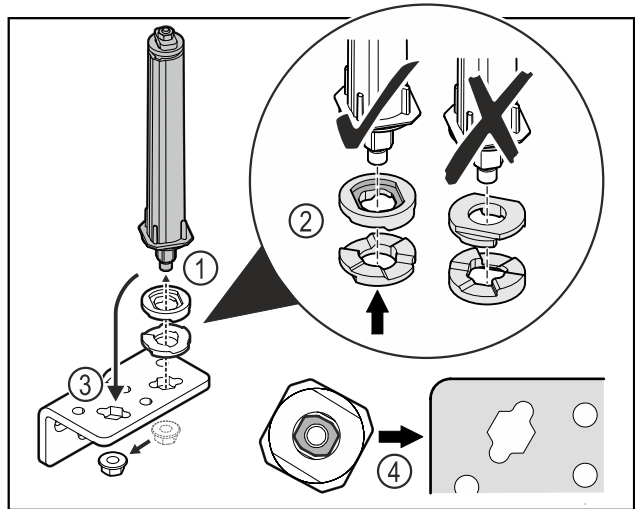

Fig. 20
- ▶ Відкрити гайку і зняти систему запирання дверей Fig. 20 (1).
- ▶ Слідкувати за правильним розташуванням шайб для регулювання висоти Fig. 20 (2).
- ▶ Переставити систему запирання дверей у шарнірному кутику і зафіксувати гайкою Fig. 20 (3).
- ▶ Під час встановлення слідкувати за правильною орієнтацією системи запирання дверей Fig. 20 (4).